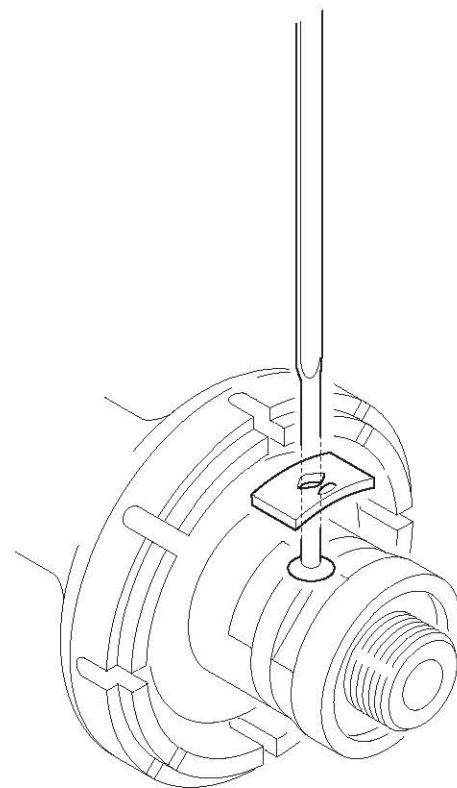

Fig. 52
- Inserite i raggi con le piastrine nelle apposite sedi sull'altro lato del mozzo facendo attenzione che il lato con la tacca sulla faccia convessa della piastrina rimanga verso l'esterno del mozzo (Fig. 52).
- Introduisez les rayons avec les plaquettes dans les logements prévus sur l'autre côté du moyeu en veillant à ce que le côté ayant l'encoche sur la surface convexe de la plaquette reste vers l'extérieur du moyeu (Fig. 52).
- Insert the spokes with the plates in the seats on the other side of the hub, making sure that the side with the notch on the convex face of the plate is towards the outside of the hub (Fig. 52).
- Meter los radios y las placas en los asientos correspondientes en el otro lado del buje, prestando atención a que el lado con la ranura en la cara convexe de la placa quede hacia el exterior del buje (Fig. 52).
- Die Speichen mit den Plättchen auf der anderen Seite der Nabe einführen und darauf achten, daß die konvexe und mit einer Kerbe versehene Seite des Plättchens zur Außenseite der Nabe ausgerichtet ist (Abb. 52).
- Monteer de spaken met de plaatjes in het bed aan de andere zijde van de naaf, let erop dat de zijde met de inkeping op de bolle kant van het plaatje tegenover de buitenzijde van de naaf zit (Fig. 52).